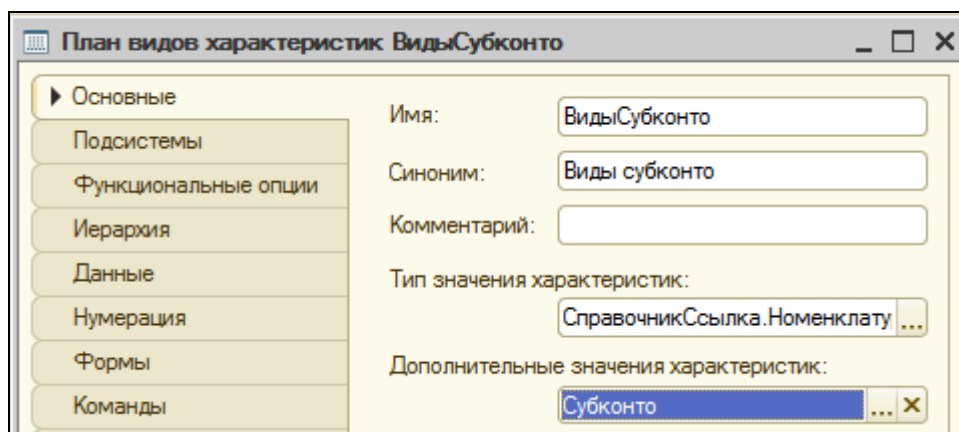

Рисунок 7.2 Настройка дополнительных значений характеристик
4. Указать, что дополнительные значения характеристик находятся в справочнике **Субконто** (рис.7.2).